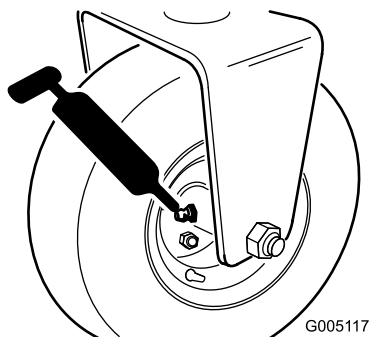

Figura 25
- Cojinete de la rueda trasera (1) (Figura 25)